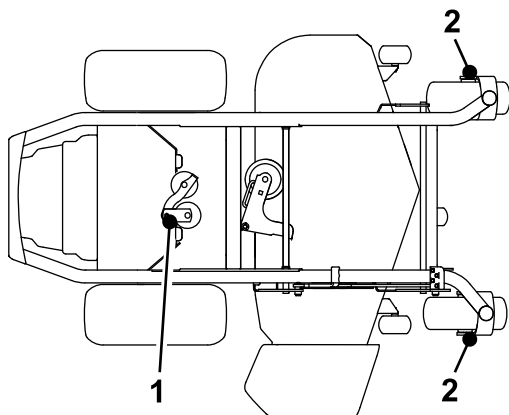

Figura 41
4. Engrase el pivote de la polea tensora de la bomba con una o dos aplicaciones de grasa (Figura 41).
5. Engrase los ejes de las ruedas giratorias delanteras (Figura 41).